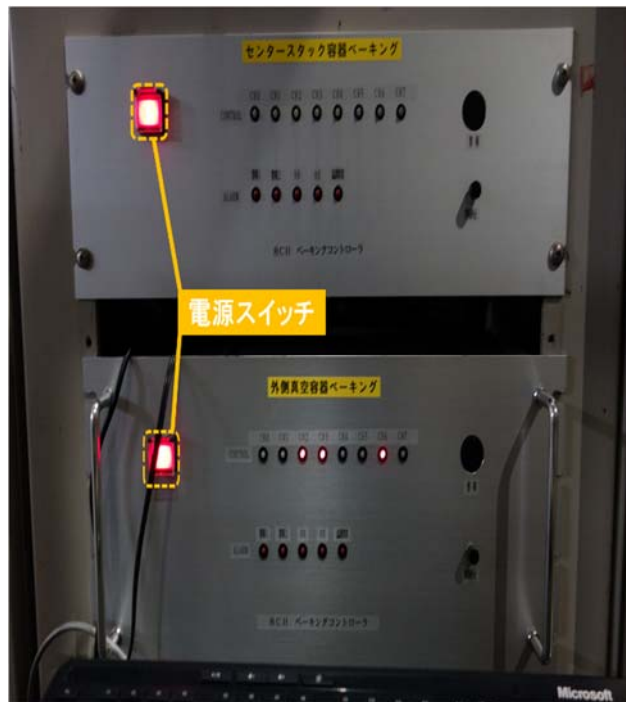

図 8 ベーキングコントローラ
2. ベーキング監視盤表面にある2台のベーキングコントローラの電源を投入する（図8）